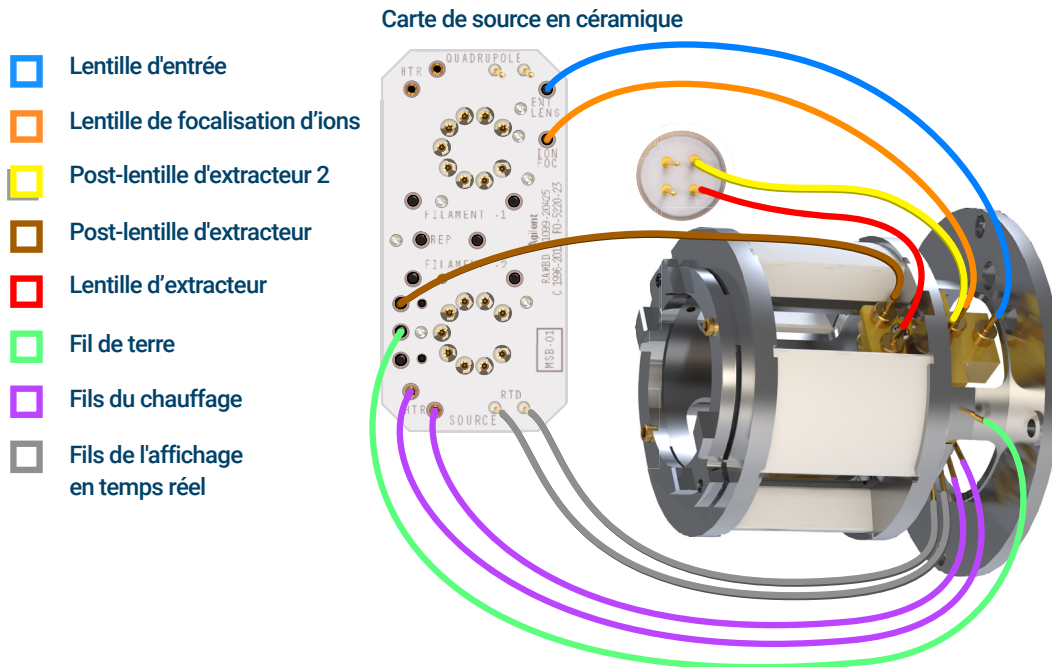

Figure 69. Fils du radiateur de la source HES
- 1 Utiliser des brucelles ou des pinces à bec fin pour brancher ou débrancher le fil vert de terre et les cinq fils de lentille du radiateur. Ne pas plier les fils plus que nécessaire. (Voir **Figure 69**.)